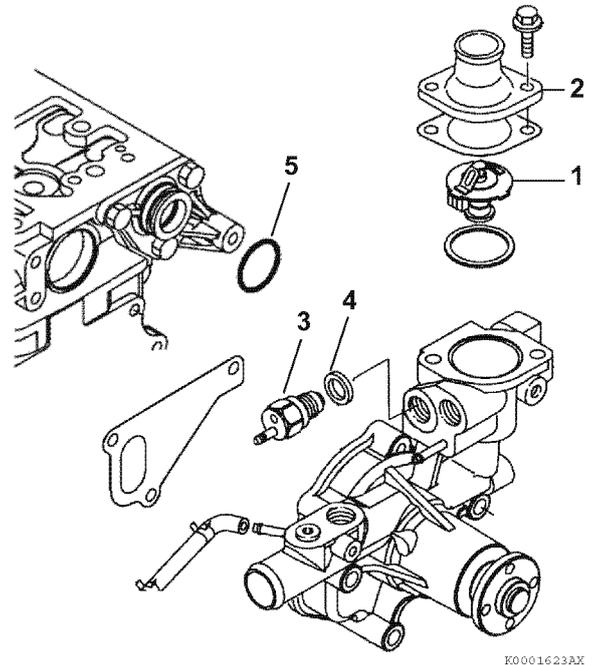

**Figure 8-12**
1. Contrôlez le bon fonctionnement du bouchon de radiateur. Installez le bouchon de radiateur (1, **Figure 8-12**) sur un testeur de circuit de refroidissement.